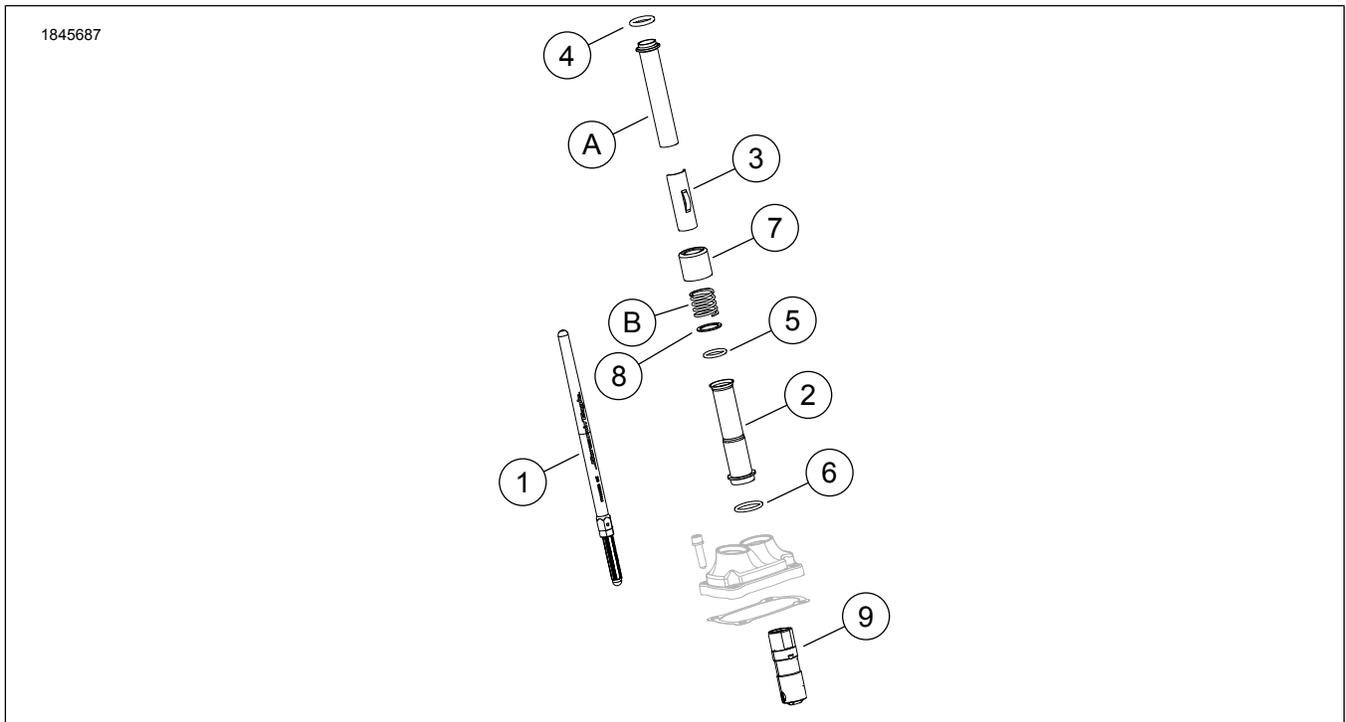
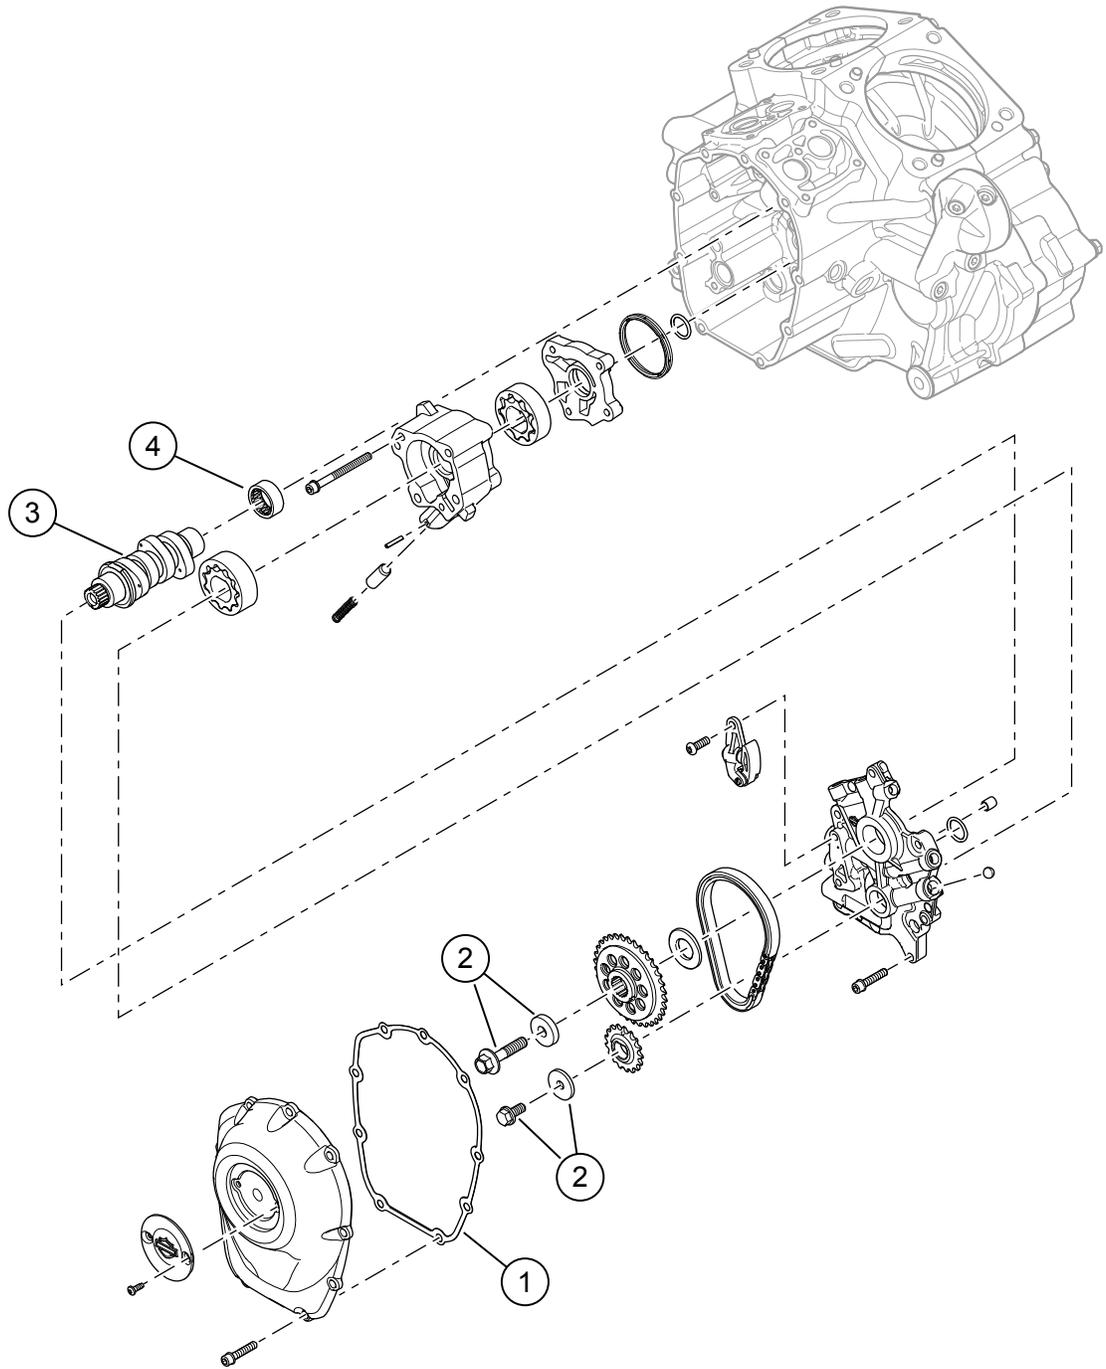

Figura 1. Contenuto del kit: Kit Screamin' Eagle Milwaukee-Eight Stage 2
Figura 2. Contenuto del kit: Kit Screamin' Eagle Milwaukee-Eight Stage 2
Vedere Figura 1 e Figura 2.
1. Vedere la figura 2. Installare la pompa dell'olio. Vedere il manuale di manutenzione.